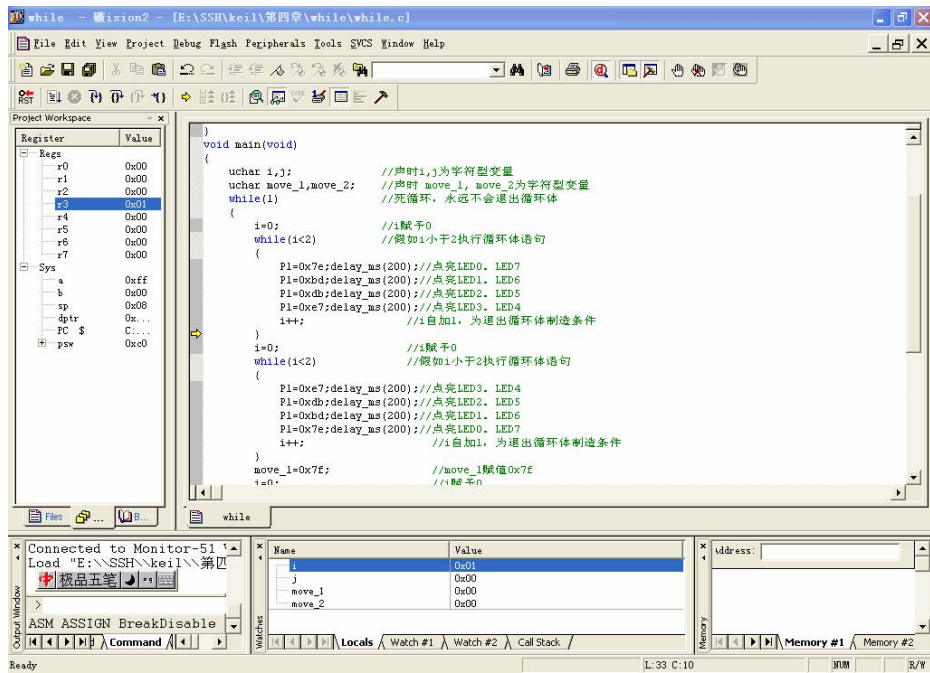

图 3-22
3. 用  和  进行调试，观察 while 循环语句是如何执行的，在执行 while 循环语句的同时，还要观察变量窗口各变量的变化和实验板的 LED 灯的最终结果，从而理解 while 循环语句的用法。（如图 3-22 所示）